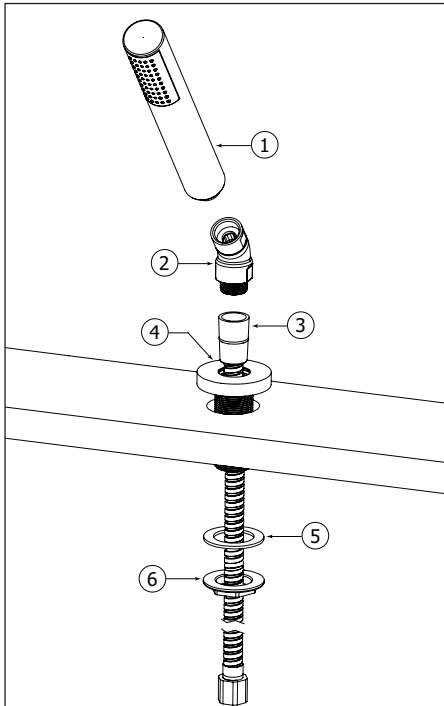

Fig.4
Insert the handshower base (decorative flange) (4), threaded tube and washer into the deckmount hole. Secure with supplied tie-down kit (5 & 6). Fig.4.
Insérer la base de douchette (rosace décorative) (4), le tube filetée et la rondelle dans le trou de la surface. Ensuite la fixer avec l'écrou et la rondelle (5 & 6). Fig.4.